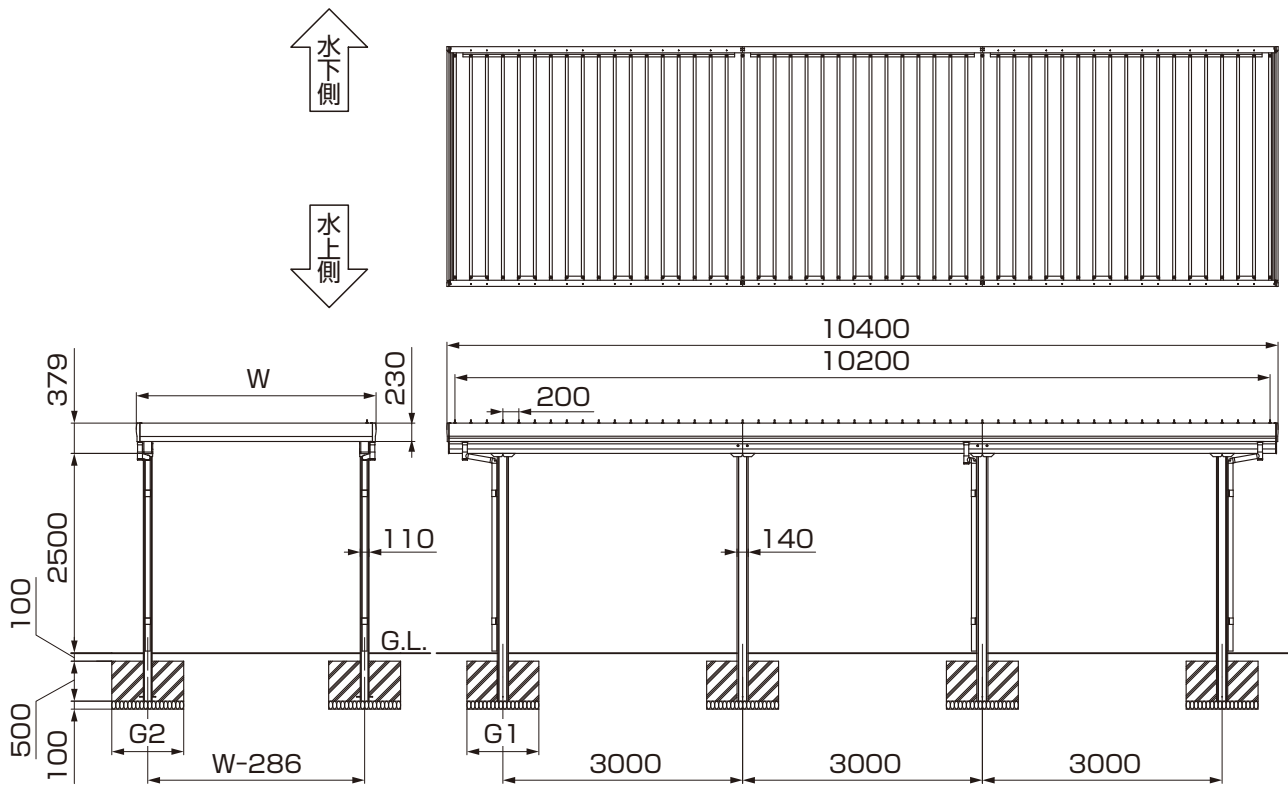

図1-3
- ③片方の桁に柱金具裏板と桁スリーブをスライドさせ、桁スリーブを【6-8】で仮固定してください。(図1-3参照)
- ④もう一方の桁を桁スリーブと柱金具裏板に差込み【6-8】で固定してください。
- ⑤スライドさせた柱金具裏板と柱を【6-5】、【6-6】、【6-7】で取付けてください。
- ⑥桁キャップを【6-1】で取付けてください。